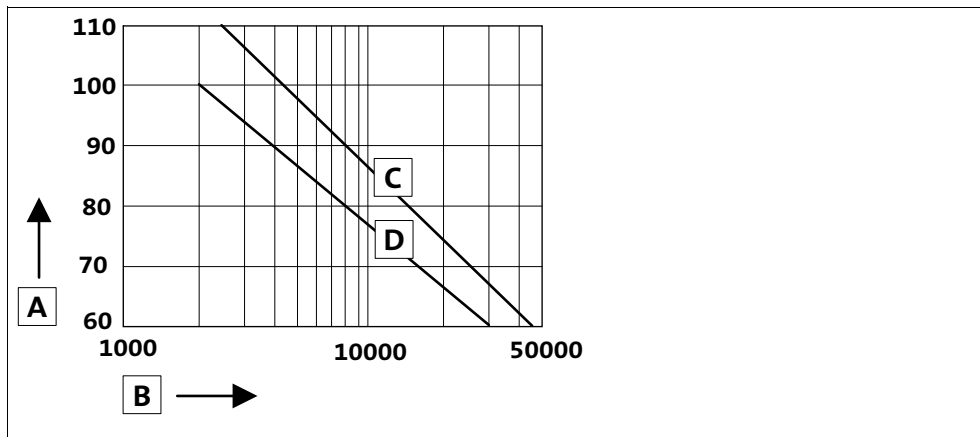

Abb. 18 Schmierstoffdiagramm
- Der Schmierstoffwechsel ist von der Schmierstofftemperatur abhängig, siehe Abb. 18.